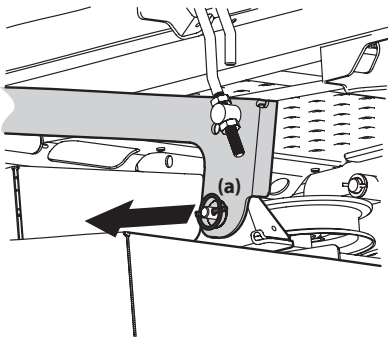

Figure 4-19
7. Repérez la goupille de déverrouillage (a) placée sur chaque côté du plateau de coupe. Retirez les goupilles pour dégager les deux bras de relevage. Voir Figure 4-19.
5. Retirez les goupilles de déverrouillage et placez le plateau de coupe de façon à aligner les trous sur les bras de relevage avec les goupilles. Voir Figure 4-19.